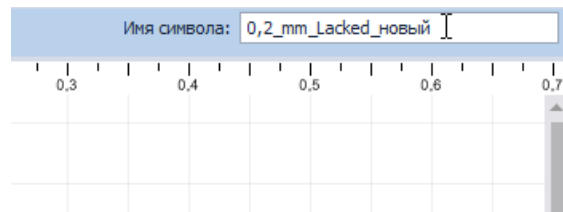

Рис. 119 Ввод имени символа
3. В поле «Имя символа» введите новое название, Рис. 119.